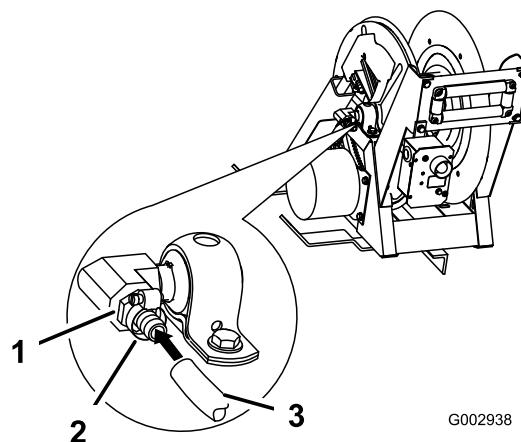

Figura 32
20. Aplique fita de Teflon no sentido contrário ao dos ponteiros do relógio, em torno das estrias do encaixe dentado (3/4 de polegada) e instale-o no pórtico de admissão ao lado da bobina da tubagem (Figura 32).
22. Ligue o conjunto do tubo ao encaixe da bobina de tubo (Figura 32) e fixe ambas as extremidades com 2 braçadeiras de tubo pequenas.